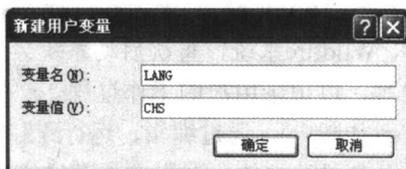

图 1.5 【新建用户变量】对话框
- (5) 在Administrator的用户变量选项组单击【新建】按钮，显示如图1.5所示的【新建用户变量】对话框。在【变量名】文本框中输入“LANG”，在【变量值】文本